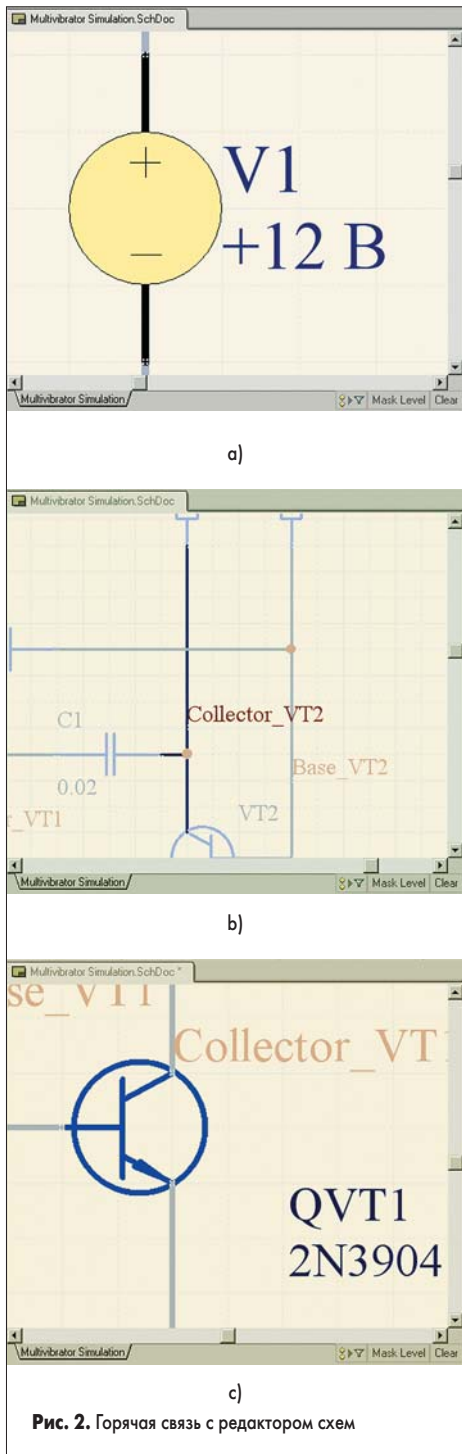

Рис. 2. Горячая связь с редактором схем
8. Выполним щелчок правой кнопкой мыши на имени сигнала v1#branch на странице графиков и в появившемся контекстном меню выберем команду Cross Probe To Schematic. Вид в окне редактора схем изменится, и в нем будет показан только источник V1, ток через который мы указали (рис. 2, a).
9. Выполним щелчок правой кнопкой мыши на имени сигнала collector_vt2 на верхнем графике и снова выберем команду Cross Probe To Schematic. Вид в окне редактора схем изменится, и в нем будет показана цепь коллектора транзистора VT2 (рис. 2, b).
15. Снова выполним щелчок правой кнопкой мыши на имени сигнала qvt1[ic] на нижнем графике и снова выберем команду Cross Probe To Schematic. В редакторе схем будет показан транзистор QVT1, ток через коллектор которого мы рассчитали (рис. 2, c).